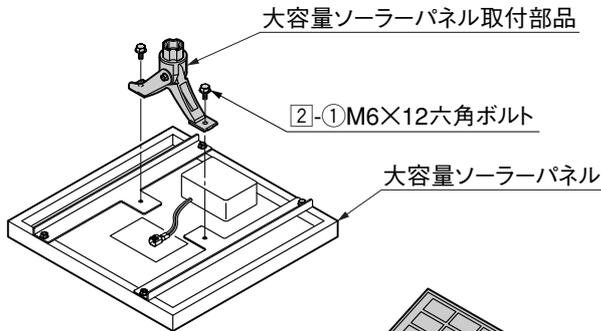

図3-3
- ③ 大容量ソーラーパネル取付金具に大容量ソーラーパネル取付部品は2-①を2本使って組付けてください。(図3-3参照)
- ④ 大容量ソーラーパネルから出ているコネクタとソーラー用電源ケーブルのコネクタを接続してください。